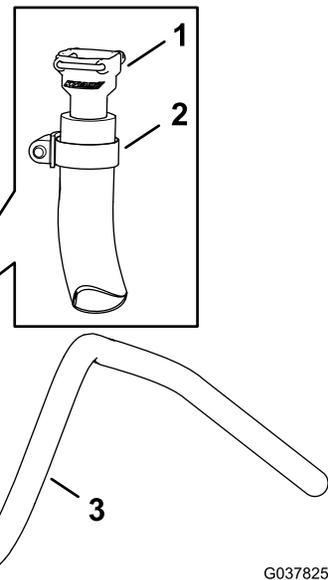

図 95
1. ステップ3 オプションの**スプレーガンキット**や**電動ホースリールキット**に**停止バルブ**を取り付ける (ページ 41) で外したバープ付きストレートフィッティング $\frac{3}{4}$ インチを、ホース1.3 x 180cmに取り付けるホースクランプ1332mmを使用して 図 95のように取り付ける。